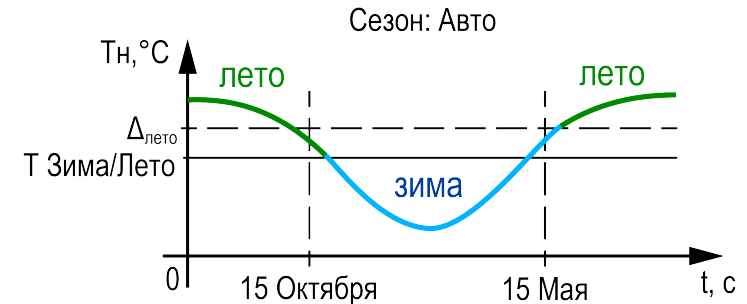

Рисунок 10.5 – Определение сезона
- параметр **Переход: Авто** — к условию перехода между режимами в ручном режиме добавляется условие автоматического перехода (см. рисунок 10.5). Условие перехода в **Лето**: среднесуточная температура наружного воздуха стала выше значения установленного в параметре **Уставка лето** на 3 градуса (не редактируемая величина) и текущая